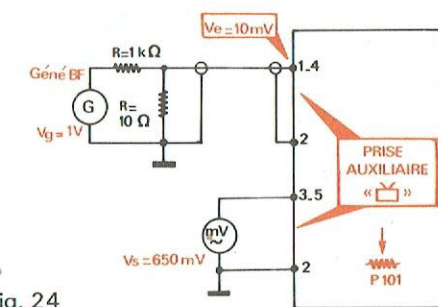

Fig. 24
E. RÉGLAGE DU NIVEAU DE SORTIE DE LA PRISE DIN AUXILIAIRE « ㄣ » (Fig. 24)